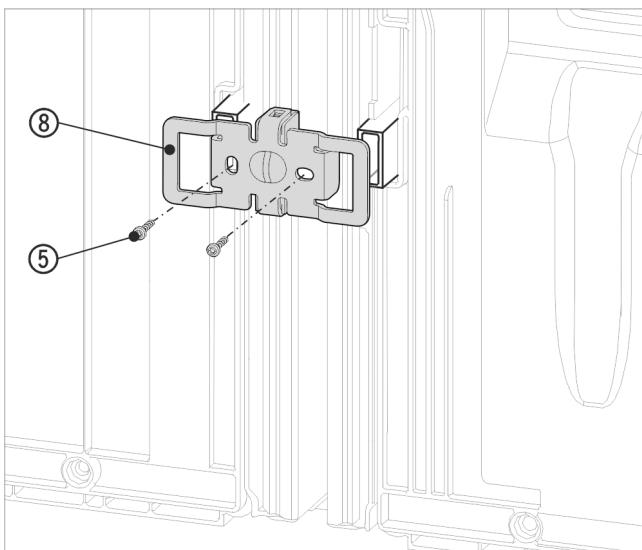

Fig. 18 例图
- ▶ 使用凹槽重新将角 Fig. 18 (8)推入壁距调整垫片的插槽上方。
- ▶ 使用两颗螺栓 Fig. 18 (5)拧紧固定。